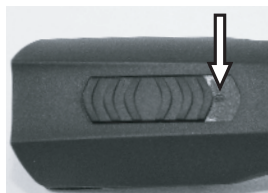

Abb. 4 Schiebeschalter in AUS-Position („0“)
1. Die Kontakte der Schermaschine (1) und des Akkus (2) auf Fremdkörper und Verschmutzung überprüfen.
2. Sicherstellen, dass der Schalterschieber der Schermaschine in Position AUS („0“) steht (Abb. 4).